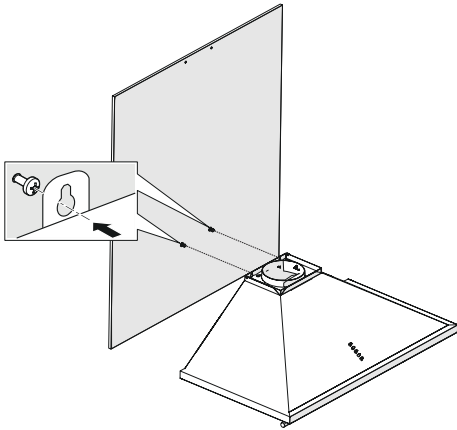

Fig. 11
1. ➤ Tenez l'appareil par son corps et placez-le sur les vis de suspension au mur et serrez les vis (Fig. 11).